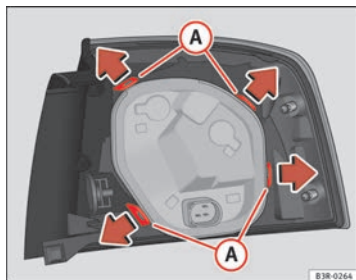

Abb. 226 Befestigungslaschen Rückseite Heckleuchte
- Entriegeln Sie die Befestigungslaschen (A) ⇒ Abb. 226.
- Heben Sie den Lampenträger in Pfeilrichtung (B) ab.